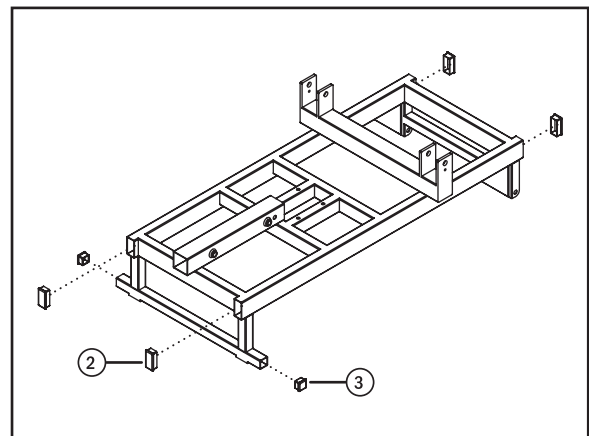

Fig. 2
Étape 5 : Installez les bouchons en plastique sur le cadre. Insérez à la main les bouchons en plastique (2 et 3) dans leurs trous respectifs, comme indiqué sur la fig. 2. Utilisez un maillet en caoutchouc ou un marteau à amortisseur de sorte qu'ils affleurent le châssis.
Étape 6 : Installez les essieux oscillants et l'axe de pivotement. Installez les deux essieux oscillants (16) sur le châssis principal (1) à l'aide de l'axe de pivotement d'essieu (21) et de la goupille fendue (21). Fixez solidement l'axe de pivotement en place à l'aide du boulon M8 (40), de la rondelle (38), de la rondelle frein (39) et de l'écrou autobloquant M8.